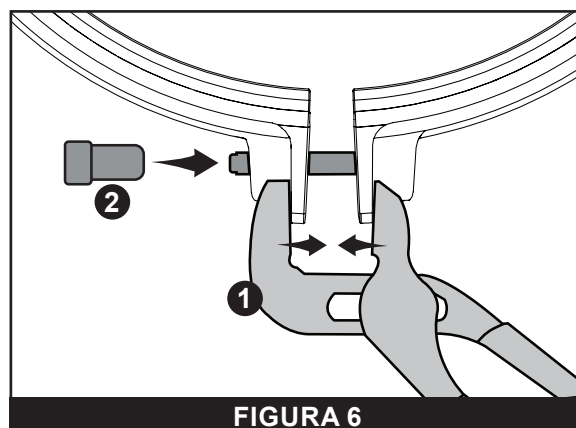

FIGURA 6
5. Mientras comprime la abrazadera con un par de *alicates de lengüeta y ranura* (1), apriete la *tuerca de la abrazadera* (2) a mano. Véase **FIGURA 6**.